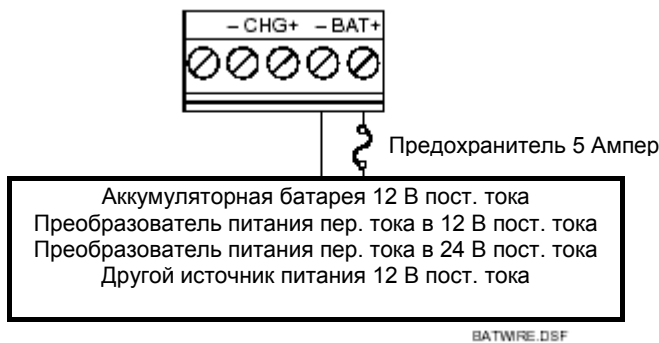

Рисунок 3-5. Источник питания на 12 В пост. тока. Подсоединение проводов к клеммам BAT+ / BAT–
4. Вставьте оголенные концы проводов под винтовые зажимы клемм ВАТ+ / ВАТ–. См. рисунок 3-5).